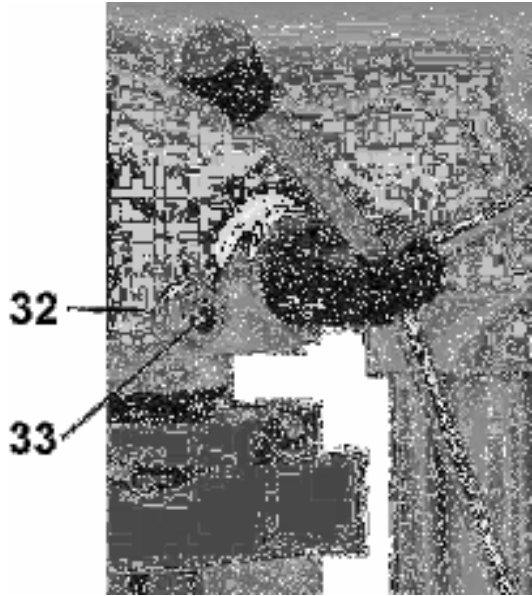

Рис. 7
9.10. Проверьте поперечный люфт шпинделя, покачив за сверлильный патрон (5), Рис.2. При необходимости его можно уменьшить, поворачивая по часовой стрелке винт (33), Рис.7, предварительно ослабив контргайку (32). По окончании регулировки закрепите положение контргайкой (32).